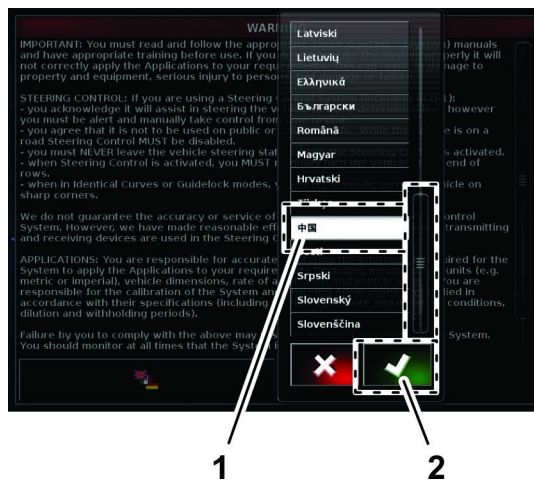

Рисунок 16
2. В диалоговом окне выбора языка перейдите к нужному языку, выберите его из списка и нажмите на значок Да (Рисунок 16).